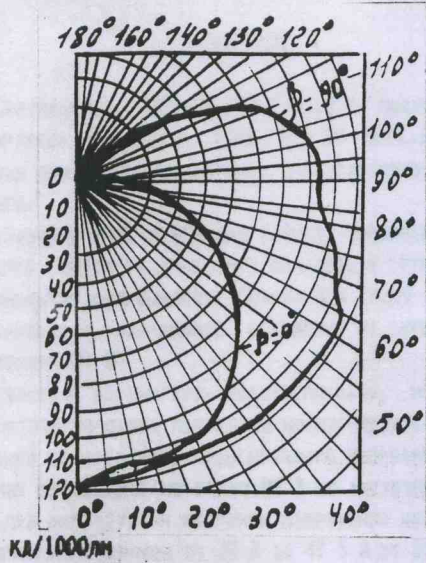

Рис. 1
2.2. Распределение силы света светильников показано на рис.1. Тип кривой силы света - специальная.